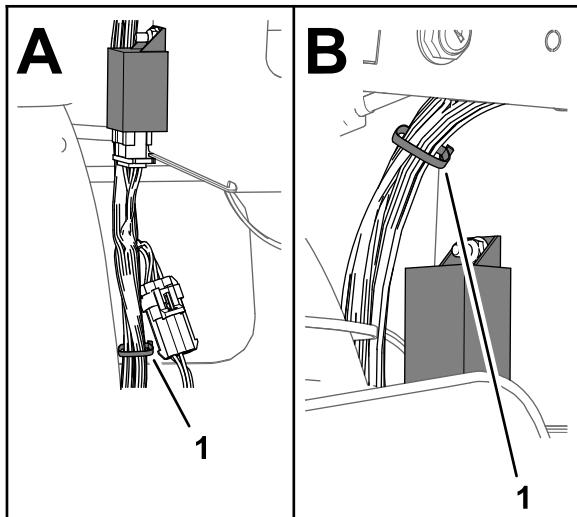

Figure 23
7. Avec 2 serre-câbles, attachez la branche de 108 cm du faisceau du kit au faisceau avant de la machine, comme montré à la Figure 23.